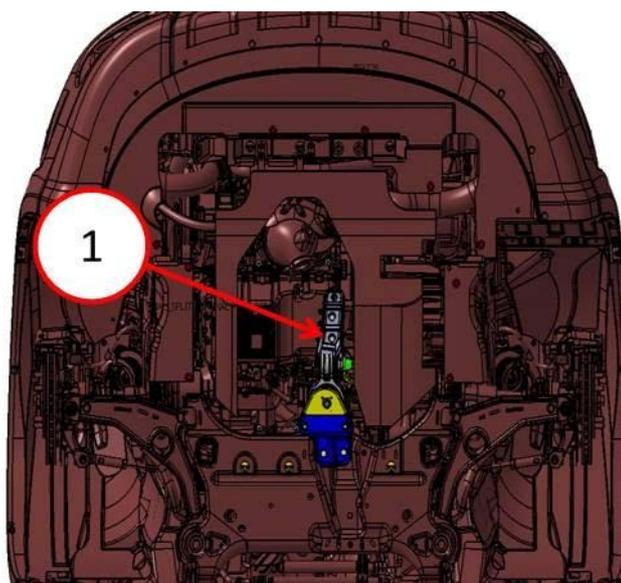

Fig. 2 Montante di fissaggio cambio
2. Individuare la staffa in alluminio della trasmissione (Fig. 2).